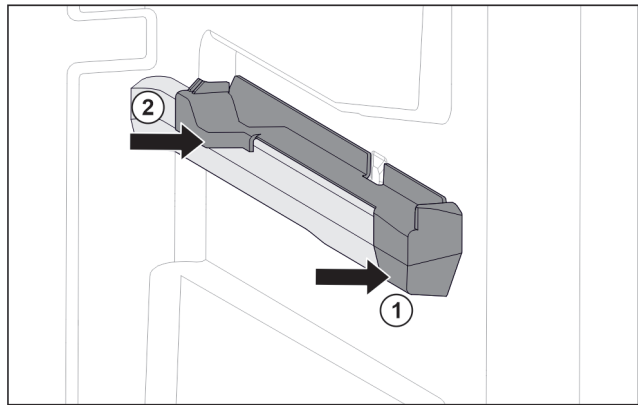

Fig. 76 Sağ hazne tutma çıkıntısı üzerindeki geçmeli parça
- ▶ Geçmeli parçayı önden hazne tutma çıkıntısına yerleştirin. *Fig. 76 (1)*
- ▶ Geçmeli parçaya arkadan bastırın. *Fig. 76 (2)*